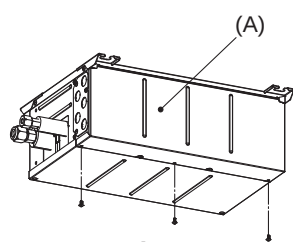

Fig. 8-1
- Retire la cubierta eléctrica. (Fig. 8-1)